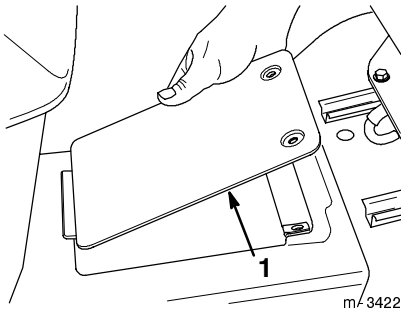

Abbildung 31
- Die Antriebswellenabdeckung am Traktorkanal neben dem Sitz öffnen, indem die beiden Befestigungsschrauben gelöst werden. Dann die Abdeckung abheben (Abb. 31).